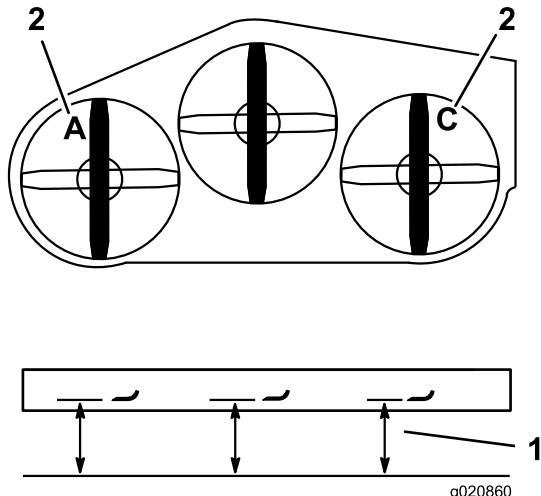

図 86
- A位置で、平らな床面から左側のブレードの刃先までの高さを測り、測定値を記録する図86。
- C位置で、平らな床面から右側のブレードの刃先までの高さを測り、測定値を記録する図86。